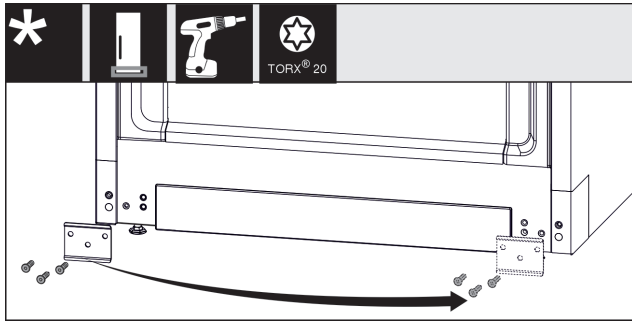

Fig. 12
- Blech abschrauben, auf die andere Seite umsetzen und wieder anschrauben. Fig. 12 (1)
- Abdeckung auf der anderen Seite wieder aufsetzen. (1)